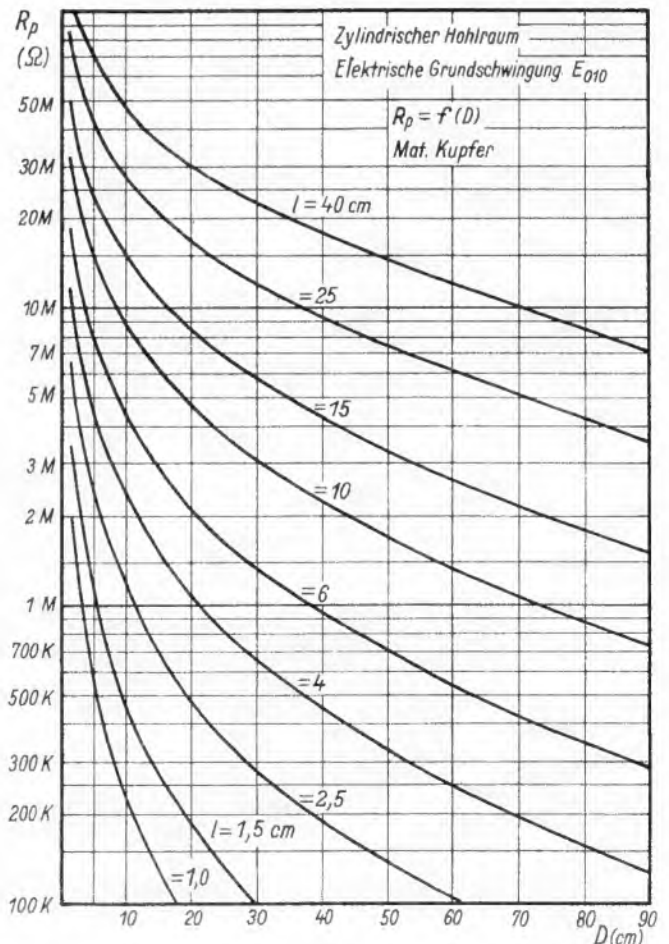

Bild 3. Der Resonanzwiderstand eines zylindrischen Hohlraumes für die E₀₁₀-Welle
3. Resonanzwiderstand R_p (Bild 3)